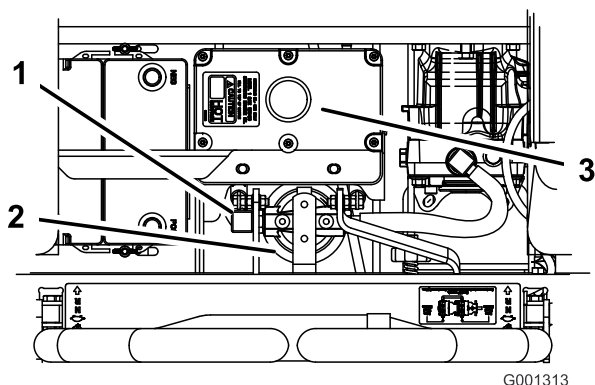

Figura 85
4. Retire el tubo hidráulico derecho a su entrada en el adaptador (Figura 85).
6. Instale el tubo hidráulico derecho en el adaptador (Figura 85).
9. Llene el depósito hidráulico con fluido hidráulico hasta que éste rebose por encima del filtro, gire el filtro de fluido en sentido horario hasta que la junta de goma entre en contacto con el adaptador del filtro, luego apriete el filtro media vuelta más (Figura 85).